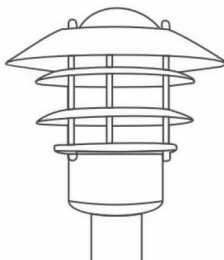

Bild 5
7. Fäst glaset och skruva åter fast armaturens överdel (se bild 5).